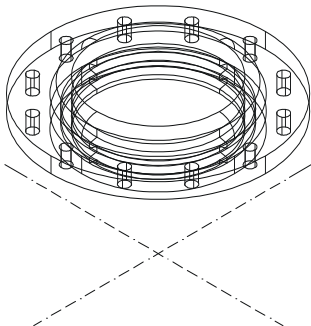
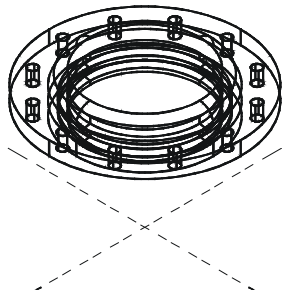
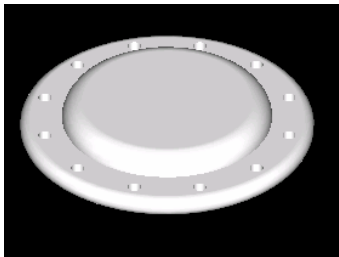

图 9-3-12
图 9-3-13
图 9-3-14
STEP 03 最后对圆柱进行布尔差集运算，如图 9-3-12 所示。具体操作如下：
// 右击结束命令，效果如图 9-3-12 所示
STEP 04 将如图 9-3-12 所示的图形进行消隐处理，如图 9-3-13 所示。
STEP 05 将如图 9-3-13 所示的端盖锐边进行圆角，并对其进行着色渲染。最后效果如图 9-3-14 所示。